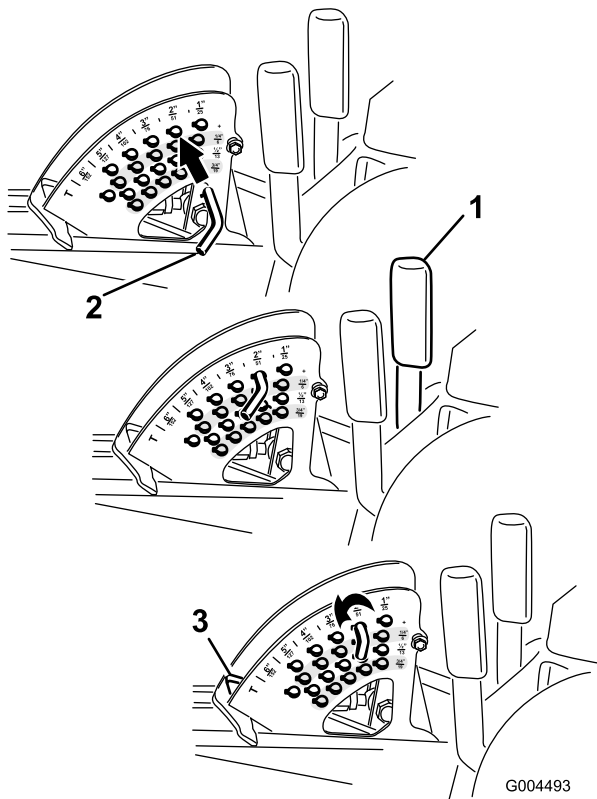

図 24
**注** デッキを上昇位置にロックするには、上昇位置からさらに 15 cm 上昇させ、刈高ストップ・ピンを抜いて（刈高の調整の項を参照）、刈高 15 cm（6 インチ）の穴に通すします（図 24）。
1. エンジンが回転している状態で、デッキ昇降レバーを手前に引き、デッキが完全に上昇したら **直ちにレバーから手を離す**（図 24）。
2. ストップ・ピンについているロール・ピンを回してピンと刈高設定穴のスロットとが整列したところでピンを抜き取る（図 24）。
3. 刈高ブラケットについている穴から、希望する刈高に対応する穴を見つけ、その穴にピンを通し、ピンを回してロックする（図 24）。
**注** 刈高設定穴は、扇形の外周に一番近い段から全部で4段（列）あります（図 24）。外周側の列は、外周部に刻印されている通りの刈高の穴です。2 列目の穴は、1 列目の刈高よりも 6 mm 高い刈高となります。3 列目の穴は、1 列目の刈高よりも 12 mm 高い刈高となります。4 列目の穴は、1 列目の刈高よりも 18 mm 高い刈高となります。刈高 158 mm だけは例外で、2 列目のはずれにあります。この穴にセットすると 刈高 158 mm となります（6 mm アップにはなりません）。